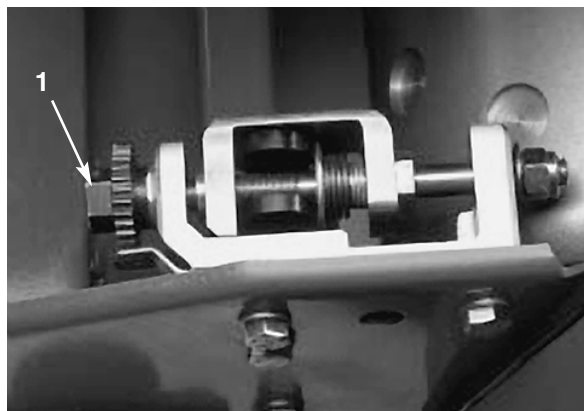

Fig. 4
7. Allentare le quattro viti del cuscinetto a rulli e la vite di fissaggio della puleggia folle. Alzare od abbassare il lato destro del gruppo rullo fin quando la luce non sarà inferiore a 0,25 mm. Avvitare le viti del cuscinetto a rulli, regolare la tensione della cinghia ed avvitare la vite di fissaggio della puleggia folle (Fig. 4).
1. Posizionare la macchina su un piano di lavoro orizzontale e verificare che non vi sia contatto con il cilindro allentando i controdadi delle viti di regolazione della controlama e facendo girare le viti in senso antiorario (Fig. 4).
3. Da un lato della parte frontale del cilindro inserire una lunga striscia di giornale tra il cilindro e la controlama (Fig. 5). Fare girare lentamente il cilindro in avanti e nel contempo avvitare la vite di regolazione della controlama (dallo stesso lato del cilindro), un lato piatto per volta, fin quando la carta non viene leggermente 'pizzicata' se inserita dal davanti e parallela alla controlama, causando una lieve resistenza quando si tira la carta (Fig. 4).